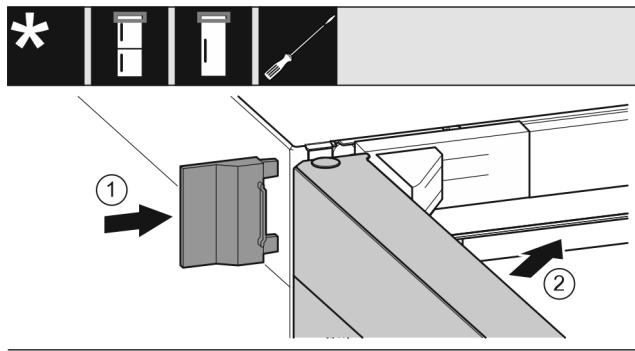

Fig. 21
- ▶ Насуньте зовнішню кришку. Fig. 21 (1)
- ▶ Закрійте верхні дверцята. Fig. 21 (2)